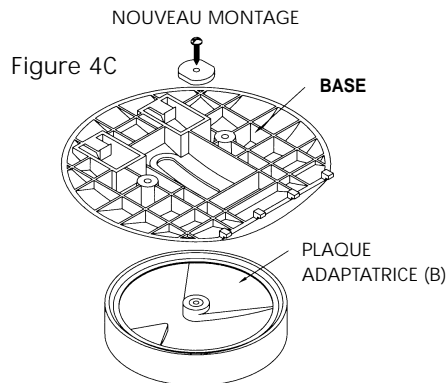

Figure 4C
Étape 4 Repérer la plaque adaptatrice « B » fournie avec l'IntelliBase^{mc}, et la fixer à l'axe à l'aide de la vis et de la rondelle en nylon noir qui ont été déposées à l'étape 3, comme illustré à la Figure 4C.